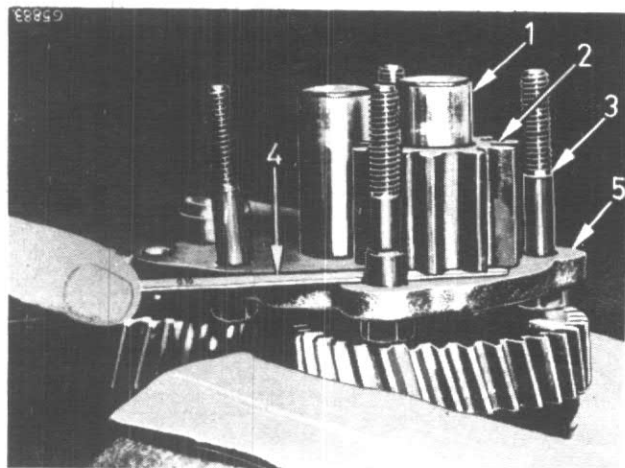

Figure 175
NOTE: Insérez les boulons (3) avant de mettre le pignon (2) en place, fig. 175.